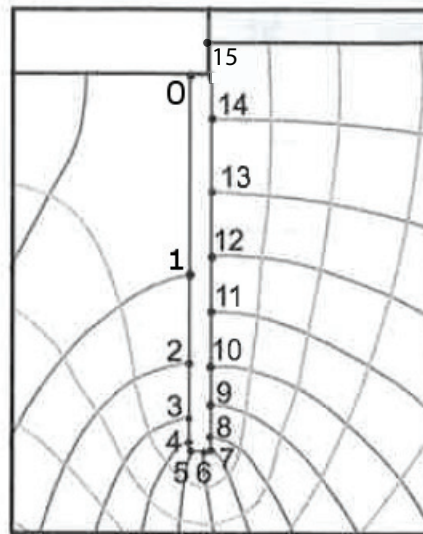

Figure 3: Pointes de calcul à l'écran
7. Déterminer l'évolution des pressions interstitielles en amont et en aval de l'écran (Fig. 3).